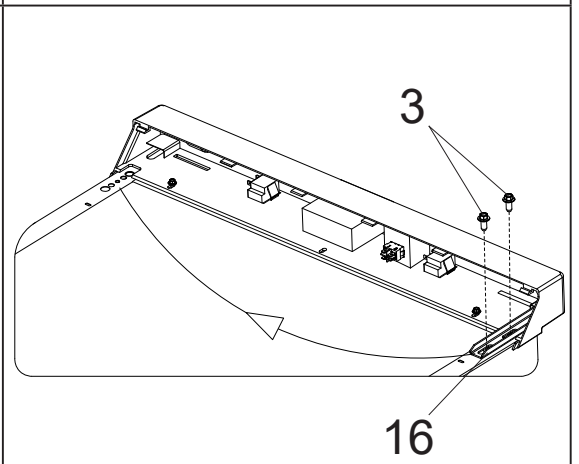

Рисунок 8
6. Торцовым ключом на 8 выкрутите болты 3, снимите вторую верхнюю петлю 16 и установите ее на противоположную сторону (см. рис. 8).